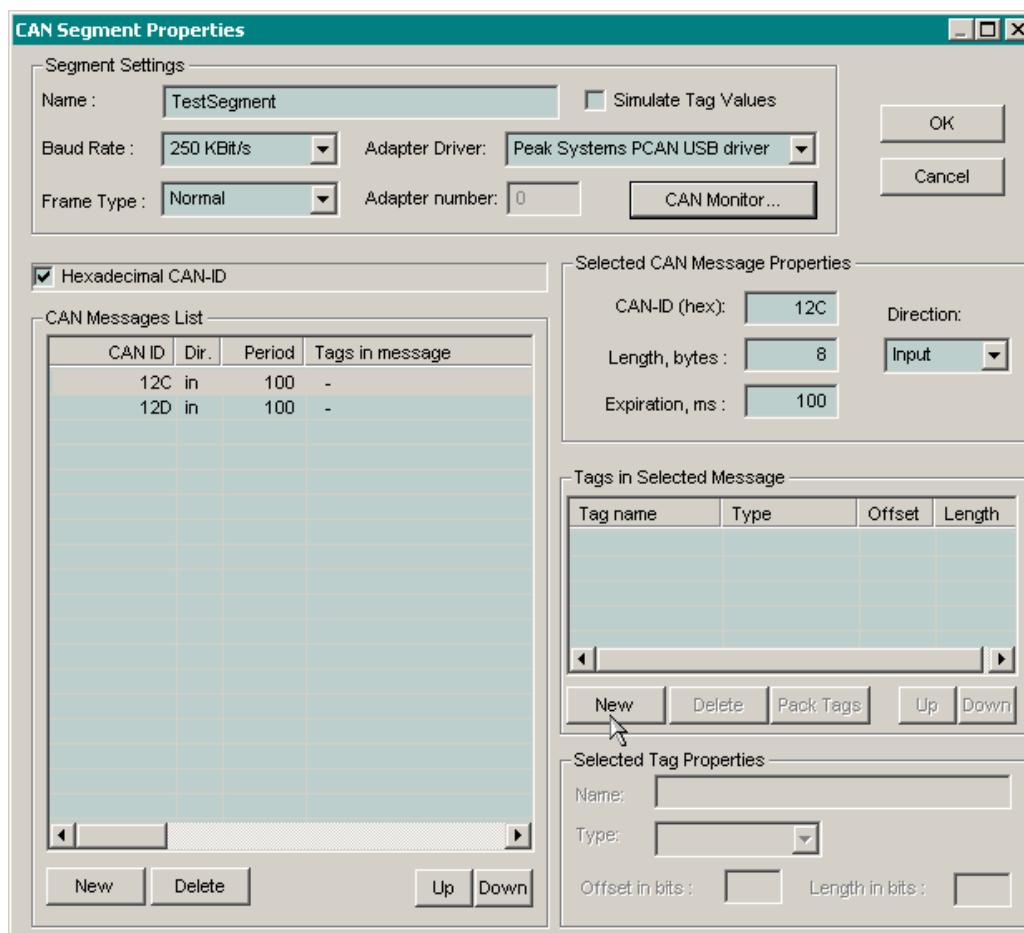

Рис. 62. Настройка параметров сегмента сети CAN
4. В диалоговой панели монитора выберите сообщения с идентификаторами 12CH и 12DH, для чего щелкните на соответствующих строках в списке принимаемых сообщений, удерживая нажатой клавишу Ctrl, после чего нажмите кнопку **Add Selected** и закройте диалоговую панель встроенного монитора нажатием кнопки **Close**. Добавленные сообщения появятся в списке **CAN Messages List**, как показано на рис. 62.